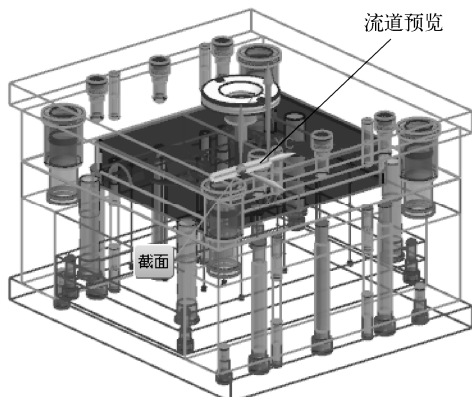

图 10-75 流道实体预览
(4) 在草图工具条上单击【完成草图】按钮, 这时将出现流道的预览效果, 如图 10-75 所示。